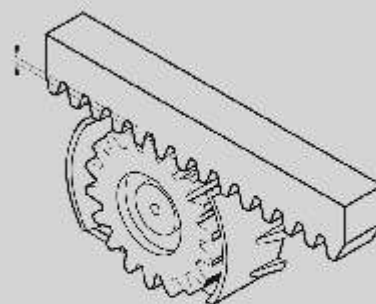

Fig. 6 / Abb.6
12. Das Gewicht des Tors darf den Ritzel nicht belasten; daher ist sicherzustellen, daß zwischen Ritzel und Zahnstange mindestens 2 mm Luft besteht; für kleine Anpassungen ist sich der 4 Sechskantlochsrauben zu bedienen (Abb. 6).
12. Het gewicht van de poort mag nooit op het tandwiel drukken, u dient zich er dus van te verzekeren dat er tussen het tandwiel en de tandheugel minimaal 2 mm ruimte overblijft; maak voor kleine afstellingen gebruik van de 4 inbusschroeven (fig. 6).